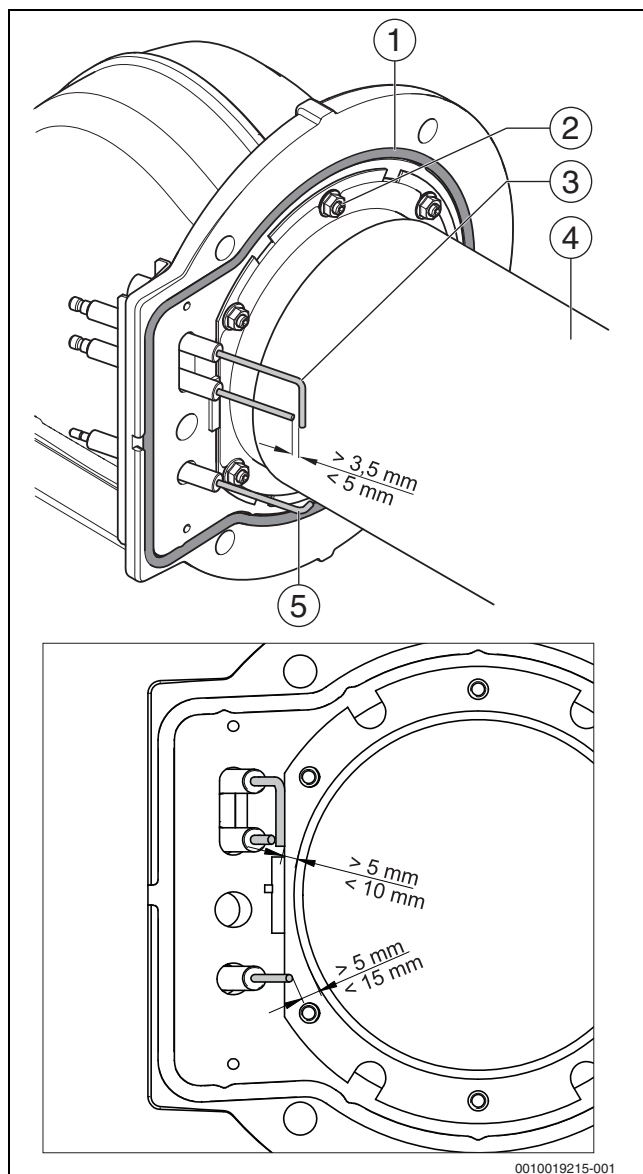

Рис. 42 Положение электродов (размеры в мм)
- ▶ Измерьте расстояния между электродами и сравните их со значениями на рис. 42.